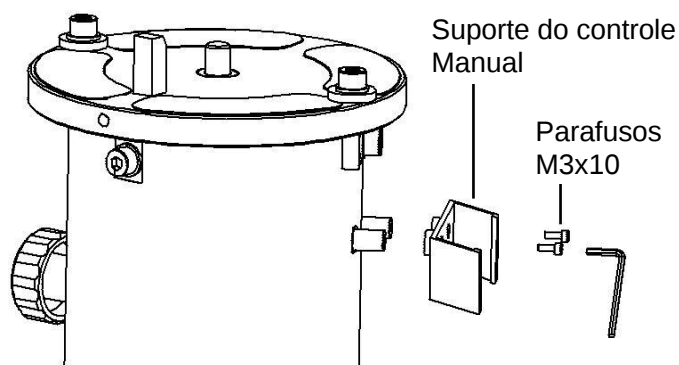

Fig. 1.1a
- Instale o suporte do controle de mão no tripe. (Fig 1.1a)